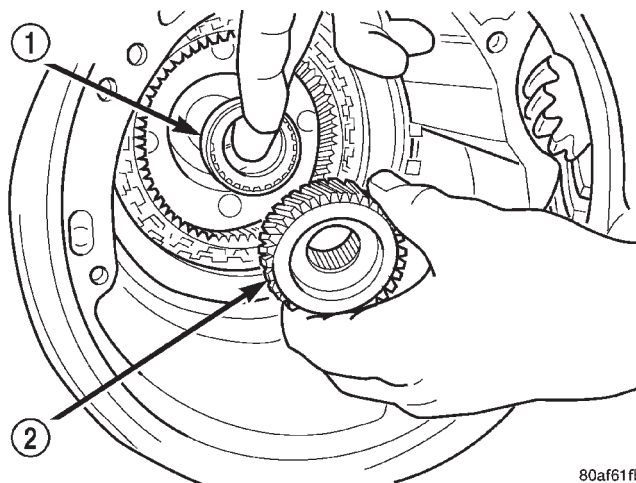

Fig. 34 Desmontaje del engranaje solar trasero
(26) Retire el engranaje solar trasero y el cojinete de agujas n° 7 (Fig. 34).